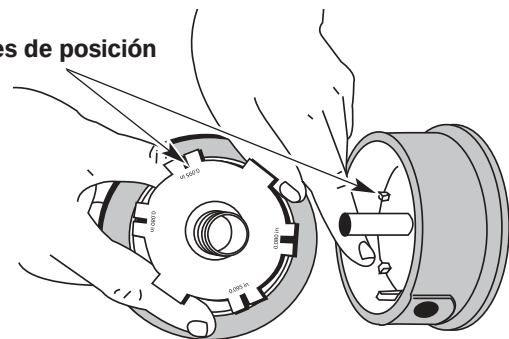

Fig. 33
5. Verifique el desgaste de los dientes de posición del carrete interior y bobina exterior (Fig. 33). Si es necesario, saque la rebaba o cambie el carrete y la bobina.
12. Inserte los extremos de la línea en las dos ranuras de fijación (Fig. 33).